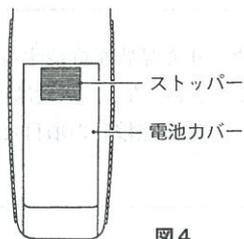

図4
- 2) 図4において、本器背面にある電池カバーのストッパーを指で強く押し、手前に引き抜くようにして電池カバーをはずします。